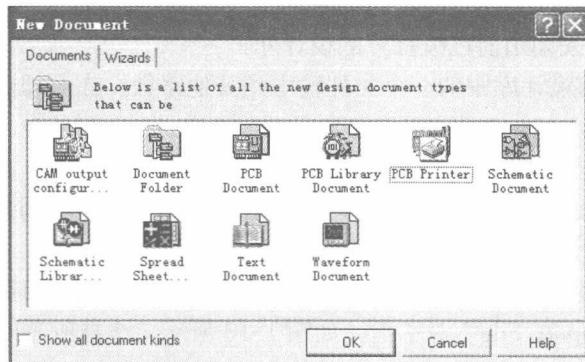

图 1-8 “New Document” 对话框
1) New：新建一个空白文件，文件的类型可以是原理图 Sch 文件、印制电路板 PCB 文件、原理图元器件库编辑文件 Schlib、印制电路元器件库编辑文件 PCBlib、文本文件以及其他文件等。选取此菜单项，将会显示 “New Document” 对话框，如图 1-8 所示，用户可以选择所需建立的文件类型，然后单击 “OK” 按钮即可。
Protel 99 SE 里提供了丰富的编辑器资源，如图 1-8 所示。各按钮所代表的功能见表 1-1。